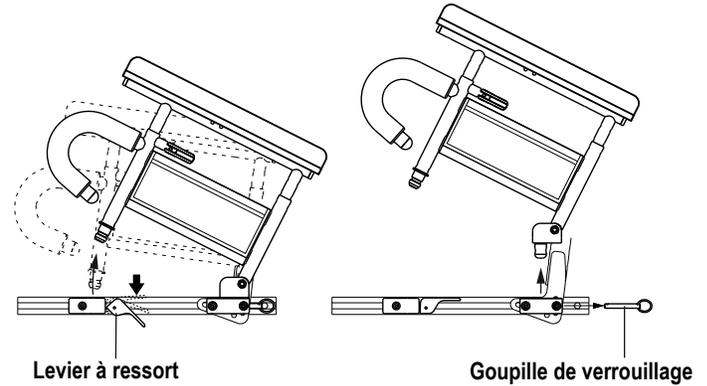

Figure 9. Installation et retrait d'un accoudoir à deux montants
La plage de réglage de la hauteur de l'accoudoir à deux montants est 22.9 à 33 cm (9 à 13 po) par incréments de 2.54 cm (1 po). Cette plage est mesurée à partir de la partie supérieure du rail du siège à la partie supérieure de la manchette de l'accoudoir. Vous pouvez également relever les accoudoirs ou les retirer pour le transfert. **Voir la figure 9.**
1. Pousser le levier à ressort vers le bas et tirer vers le haut sur l'avant de l'accoudoir. **Voir la figure 9.**
2. Retirer la goupille de verrouillage à l'arrière du siège. **Voir la figure 9.**
1. Fixer l'arrière de l'accoudoir dans le récepteur du siège arrière et installer la goupille de verrouillage. **Voir la figure 9.**